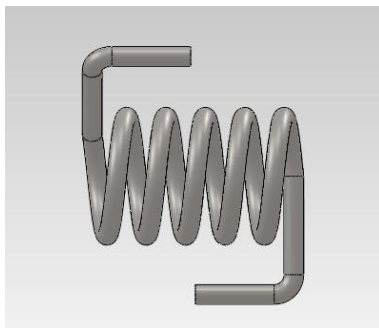

Рис. 4.1. Исходная модель
1. Создать модель SolidWorks (рис. 4.1).